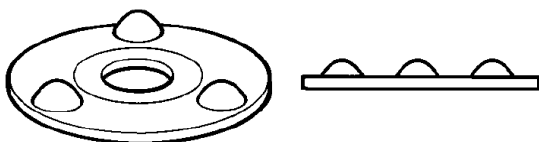

Fig. 2 Ancien plateau
- Dévisser le couvercle (2) en utilisant une clé.
- Retirer le ressort (5), la capsule (4) et le plateau (6).
- Dévisser le siège (7).
- Retirer le joint de siège (8).
- Placer un nouveau joint de siège (8).
- Visser un nouveau siège (7). Appliquer une légère couche de pâte anti-grippage sur les filets, et serrer suivant le couple de serrage recommandé (voir Tableau 1).
- Replacer le plateau (6) en s'assurant qu'il est centré sur le siège (7).
- Nota : Les anciens plateaux sont unidirectionnels (voir Fig. 2) et doivent être montés avec les bossages vers le haut. Ceci n'est pas le cas avec les nouveaux modèles qui peuvent être montés dans n'importe quel sens.
- Remettre en place une nouvelle capsule (4) et un nouveau ressort (5) en s'assurant que le ressort conique est positionné de telle façon que la flèche pointe vers le bas en contact avec la capsule.
- Revisser le couvercle (2) en utilisant un nouveau joint torique (3) qui sera positionné dans la gorge prévue dans le fond du couvercle. Pour les anciens modèles, utiliser un nouveau joint.